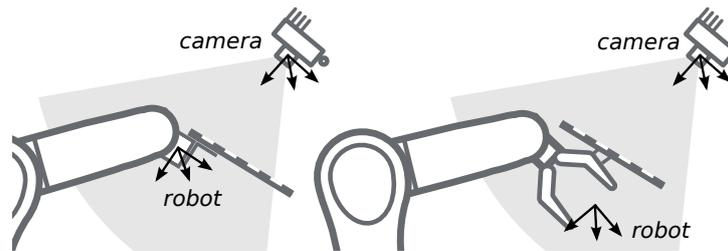

Abb. 6.18: Alternative Montageoptionen für die Befestigung des Kalibriermusters am Roboter
6.17 und Abb. 6.18 angegeben, angebracht werden.
Bemerkung: Für das Modul zur Hand-Auge-Kalibrierung spielt es keine Rolle, wie das Kalibrieremuster in Bezug auf das benutzerdefinierte *Roboter*-Koordinatensystem genau angebracht und positioniert wird. Das bedeutet, dass die relative Positionierung des Kalibrieremusters zu diesem Koordinatensystem weder bekannt sein muss, noch für die Kalibrierroutine relevant ist (siehe in Abb. 6.18).